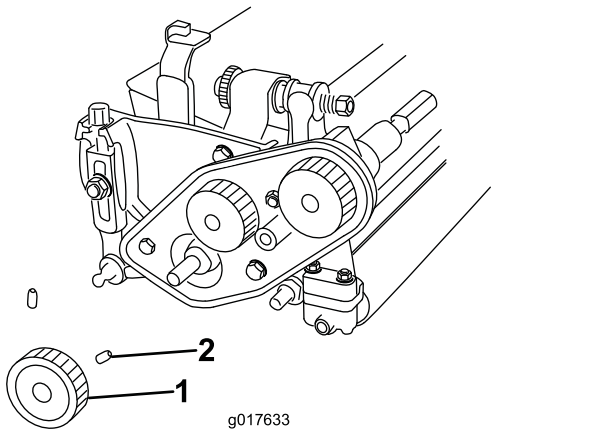

图5
- 3. 旋松固定下皮带轮的 2 个固定螺丝将皮带轮从滚刀轴上拆下 图5。
- B. 将下皮带轮安装至滚刀传动轴上用 2 个固定螺丝将其固定至传动轴的键上**图5**。